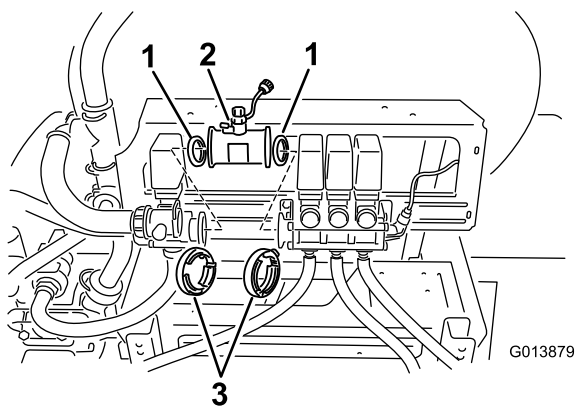

Figura 6
6. Installate il flussometro allineato tra i gruppi valvole della barra e dell'agitatore con la freccia indicatrice del flusso rivolta alle tre valvole della barra (Figura 6).
- A. Installate la guarnizione esistente sul lato del flussometro in coincidenza con la valvola dell'agitatore (Figura 6).